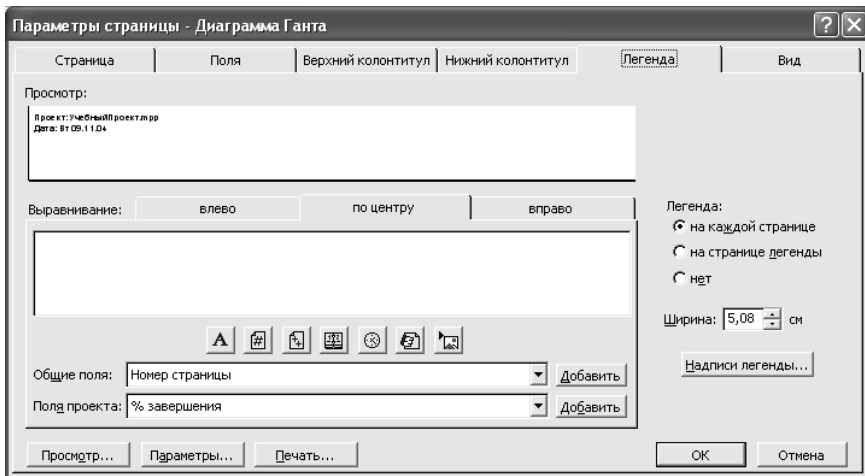

Рис. 46. Налаштування параметрів сторінки для друку
3. Перейдіть на одну із закладок **Верхній колонтитул**, **Нижній колонтитул** або **Легенда** (рис. 46).
2. У меню **Файл** виберіть команду **Параметри сторінки**. Перейдіть на закладку **Легенда** (рис. 46).